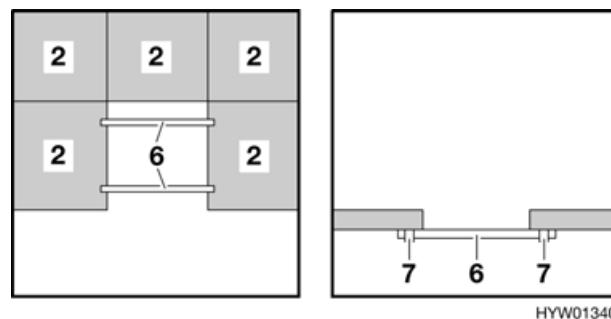

Bild 56 Während des Umbaus
- Beide Bettstangen (Bild 56,6) aus Ablage nehmen.
- Bettstangen quer in die jeweiligen Haltpunkte (Bild 56,7) der Längsstange einlegen.